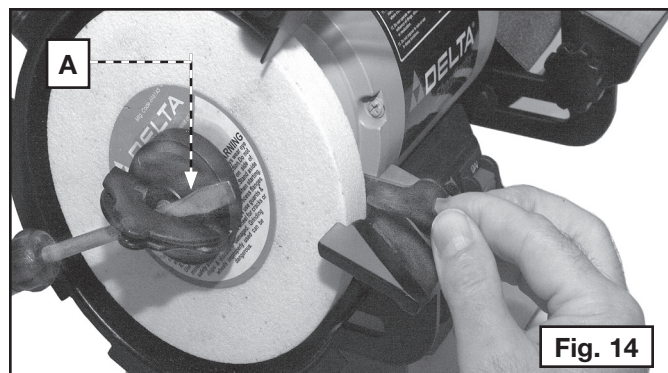

Fig. 14
NOTA: Si necesario, mete un destornillador plano (A) Fig. 14 por la apertura en la nuez de enramada para proporcionar más momento de torsión.